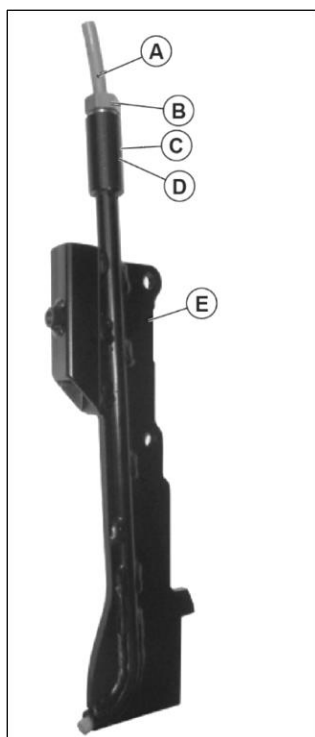

Fig. 4
1. O-ring (D)
2. Espaçador (C)
3. Porca de fixação (B)
Com a porca ligeiramente solta, insira o tubo (A) até que este saia cerca de 5 mm da parte de baixo. Neste ponto, a porca é apertada com uma chave de 17 mm e, conseqüentemente, o tubo é bloqueado. Na Fig. 4 é possível ver o guia de cabo corretamente montado. Pode avançar para a fixação do guia de cabo à estrutura da máquina.